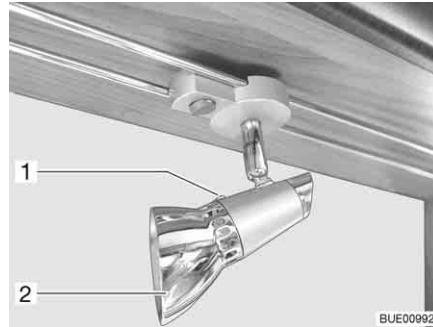

Bild 223 Halogenspotlight (förskjutningsbar)
- Lossa fästskruven (Bild 223, 1).
- Tag av lampskärmen (Bild 223, 2).